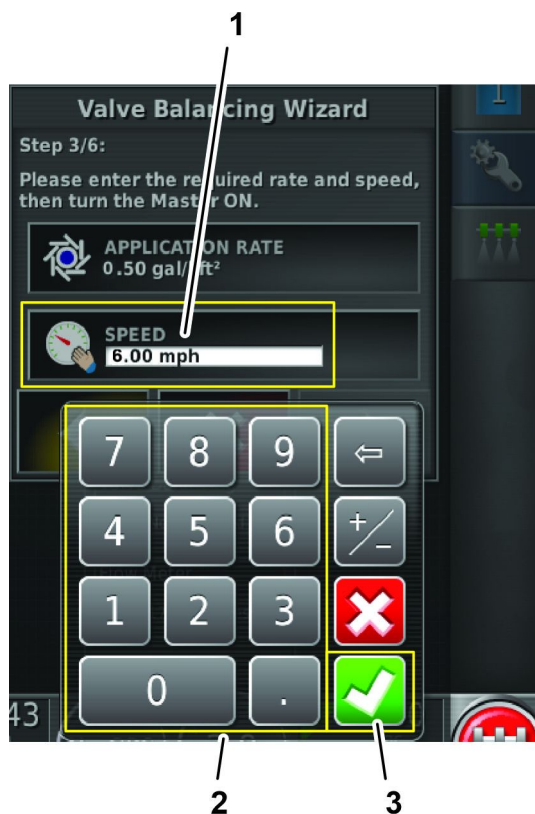

図 138
7. キーボードから散布速度を入力し、内容を確認して承認アイコンを押す 図 138。